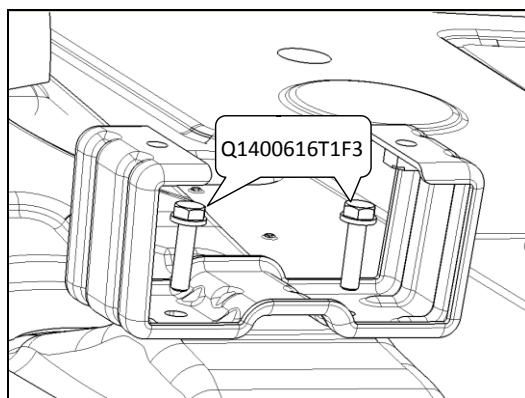

图 1.6.17 副仪表板后部安装支架
- (1) 用10号六角套筒将固定副仪表板后部安装支架的两个螺栓（Q1400616T1F3六角头螺栓和锥形垫圈组合）松开并取出。如图1.6.17所示；
- (2) 安装与拆卸顺序相反。